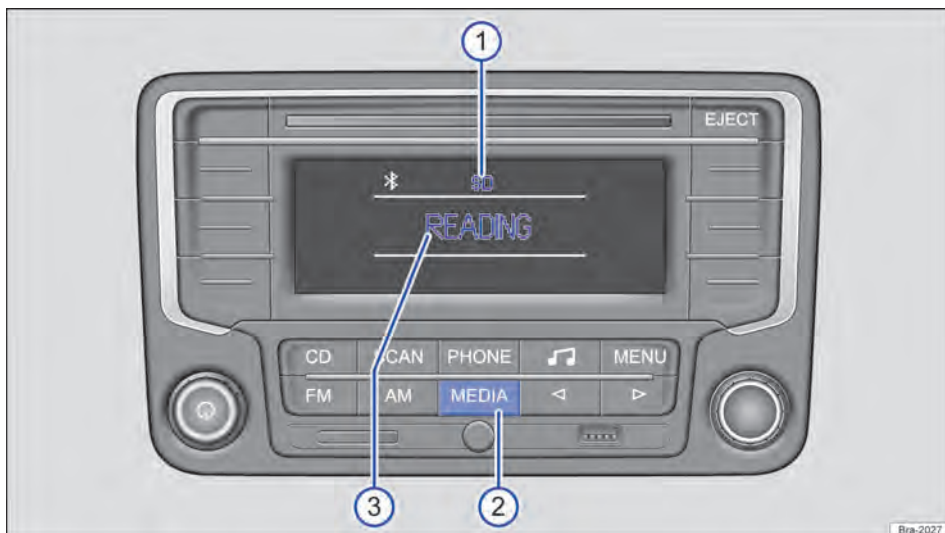
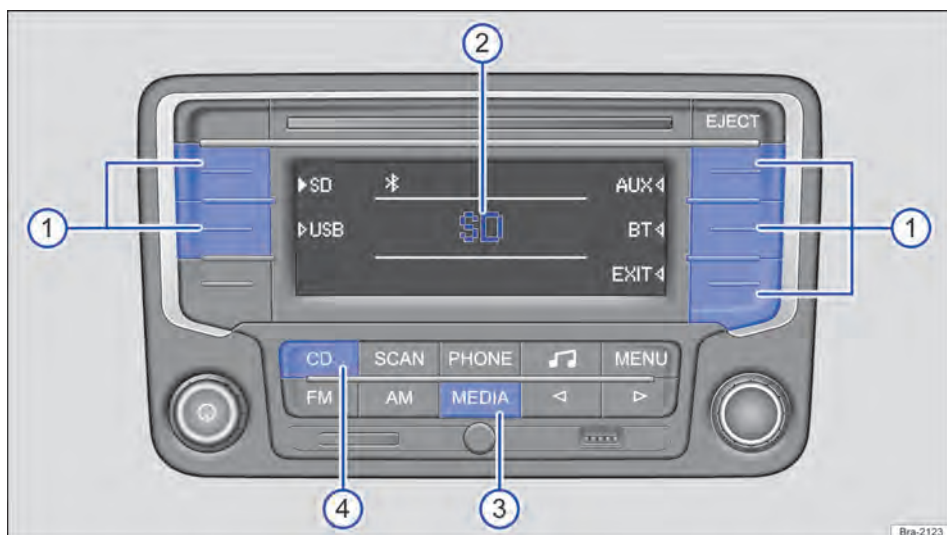

Fig. 152 Exemplo de exibição na operação de mídia: o rádio lê arquivos de um cartão SD.
Fig. 153 Exemplo de exibição na operação de mídia: a reprodução da última fonte de mídia tocada é continuada, outras fontes de mídia são selecionáveis.
Na operação de mídia podem ser selecionadas e controladas diferentes fontes de mídia. Para trocar para a operação de mídia, pressionar brevemente o botão do aparelho **MEDIA** → Fig. 152 ②.
Se a última fonte de mídia tocada ainda estiver conectada, a reprodução dessa fonte de mídia será automaticamente continuada e na troca para a operação de mídia ela será brevemente exibida no centro do display → Fig. 153 ②.
Na operação de mídia em execução, a fonte de mídia selecionada sempre será exibida na parte superior central do display → Fig. 152 ①.
Todas as fontes de mídia selecionáveis → Página 171, *Selecionar as fontes de mídia* são exibidas na área lateral do display → Fig. 153. Em algumas situações de operação, por exemplo, enquanto o rádio lê uma fonte de mídia, nenhuma fonte de mídia é selecionável → Fig. 152.
No centro do display é exibido o status atual da fonte de mídia, por exemplo, **READING**, enquanto o rádio lê uma fonte de mídia → Fig. 152 ③, informações sobre a faixa → Página 173 ou mensagens de erro:
Iniciar a operação de mídia → Página 170, *Menu principal MEDIA*. Se a última fonte de mídia tocada ainda estiver conectada, a reprodução dessa fonte de mídia será automaticamente continuada e na troca para a operação de mídia ela será brevemente exibida no centro do display → **Fig. 153 ②**.
Nas áreas laterais do display são exibidas todas as fontes de mídia selecionáveis → **Fig. 153**. Selecionar a fonte de mídia desejada da seguinte maneira:
- Pressionar brevemente o botão de função programado com a fonte de mídia desejada → **Fig. 153 ①**.
- **OU:** pressionar o botão do aparelho **MEDIA** tantas vezes necessárias até que seja exibida a fonte de mídia (exceto CD) → **Fig. 153 ③**.
- **OU:** pressionar o botão do aparelho **CD** para reproduzir um CD da unidade de CD interna → **Fig. 153 ④**.